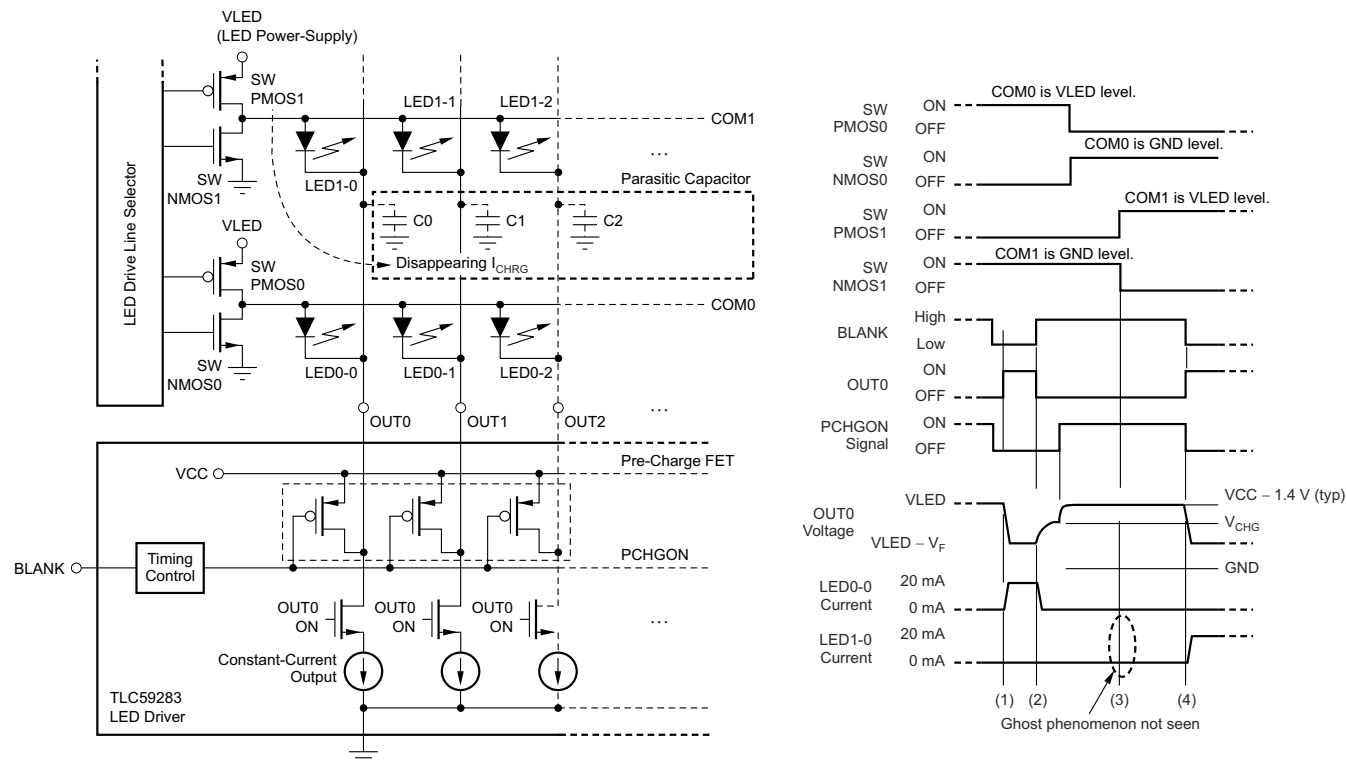

図 7-2. プリチャージ FET による LED のゴースト発光のメカニズム
図 7-2 に示すように、TLC59283 には内部プリチャージ FET があり、ゴーストを防止します。単一のコモンラインの PWM 制御が完了してからわずかな遅延時間が経過すると、FET は OUT_n を V_{CC} にプルアップします。SWMOS1 がオンになると、充電電流は LED1-0 を経由して C0 に流れず、(3) でゴーストが除去されます。ただし、LED アノード電圧、直列接続された LED の数、LED 順方向電圧、TLC59283 V_{CC} 電源電圧によっては、十分なゴーストキャンセル効果が得られない場合があります。